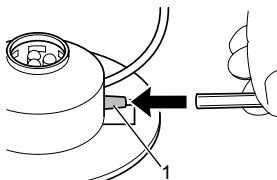

Abb. 4
1. Conecte la manguera de aire a la conexión de manguera del aireador (Fig. 4/1).
2. Tire con precaución del empalme de manguera (Fig. 4/1) para extraer la piedra del aireador. Mueva en caso necesario el empalme de manguera de un lado a otro para soltar la piedra del aireador.
1. Separe la manguera de aire con una tijera directamente junto al empalme de manguera del aireador (Fig. 4/1).
3. Tire con precaución del empalme de manguera (Fig. 4/1) para extraer la piedra del aireador. Mueva en caso necesario el empalme de manguera de un lado a otro para soltar la piedra del aireador.
5. Una la manguera de aire con el empalme de manguera del aireador (Fig. 4/1).